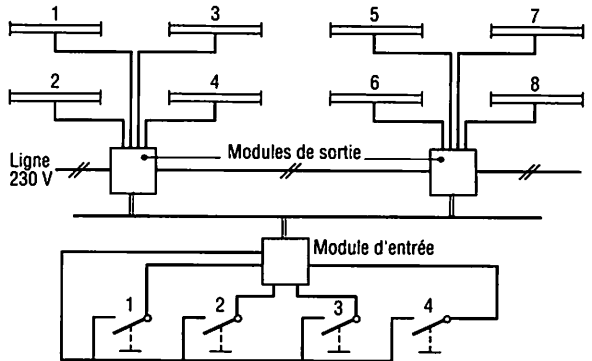

Fig. 19 : Schéma de principe du portier d'immeuble.
a) Le schéma de principe est donné fig. 19.
3. Étant donnée l'installation d'éclairage de la figure 19, indiquez la configuration à programmer pour alimenter chaque groupe de 2 lampes par un bouton-poussoir.
3. On désire modifier la commande des 8 lampes de la figure 19, en gardant la même configuration. Indiquez les liens à assurer par programme, sachant que les boutons-